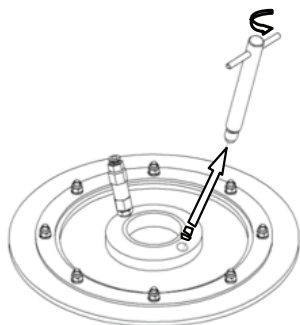

Fig. 5
- Desenrosque y retire la varilla de purgado del plato seguidor, manténgala al alcance de la mano (Fig. 5).